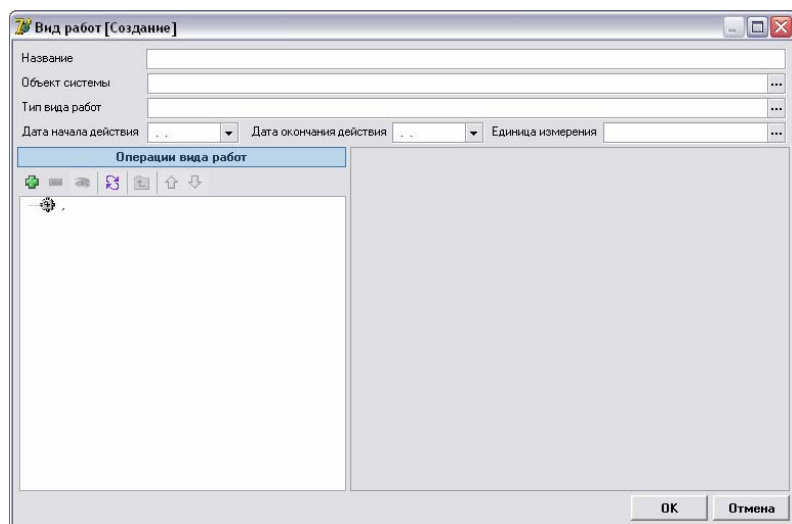
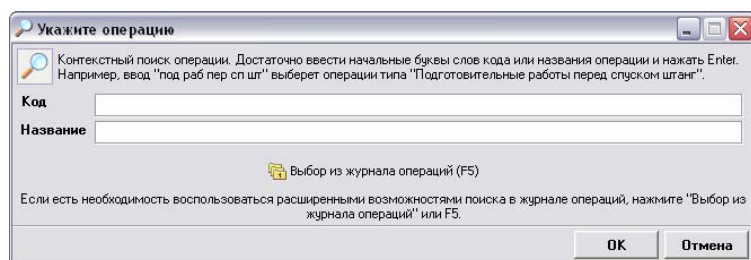

Рисунок 3.4.
Рисунок 3.5
3. Откроется окно «Вид работ [Создание]» (рис.3.4), в которое Вы можете ввести необходимые данные.
4. Заполните раздел «**Операции вида работ**» (рис.3.4{1}) с помощью открывающегося справочника «**Технологических операций**». Для этого нажмите кнопку . В появившемся окне (рис. 3.5) укажите часть кода в поле «Код» или часть названия в поле «Название» и нажмите клавишу [Enter]. Если указанным набором символов соответствует несколько операций, то будет представлен этот список, из которого выделите нужную операцию и нажмите клавишу [Enter].
- **типу вида работ** – позволяет просмотреть принадлежность элементов справочника к определенному типу видов работ. Группировка проводится по значению поля «**Тип вида работ**» окна «Вид работ» (рис.3.4).
- **по объекту вида работ** – позволяет просмотреть принадлежность элементов справочника к определенным объектам системы (группировка проводится по значению поля «**Объект системы**» окна «Вид работ» (рис.3.4).